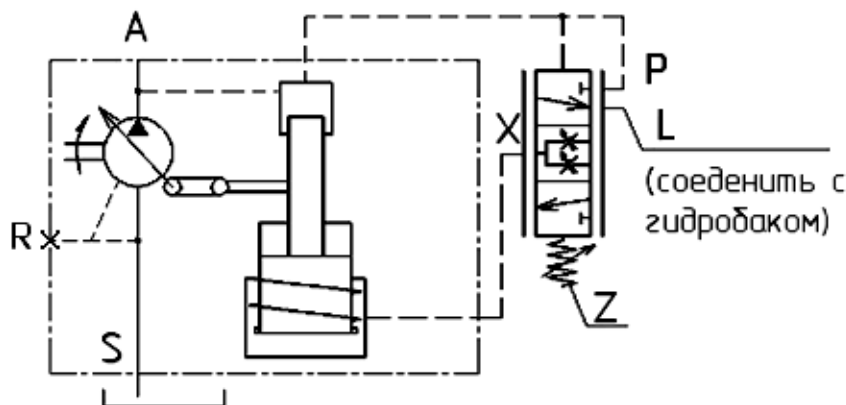

Рисунок 40 – Гидравлическая схема насосов с регулятором постоянного давления с дистанционным гидропилотом.
- поддерживаемое давление  $P_H$  изменяется регулировкой винта  $Z$  (рисунок 40).